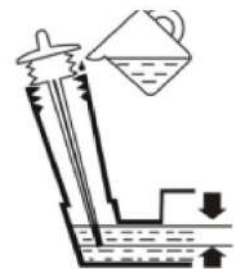

Figure 10
3. Desserrez la jauge et lisez le niveau d'huile. Le niveau doit être entre les marques "HIGH" and "LOW". Voir Figure 10.
4. Il est nécessaire de remplir d'huile jusqu'au repère COMPLET. Voir la figure 10.